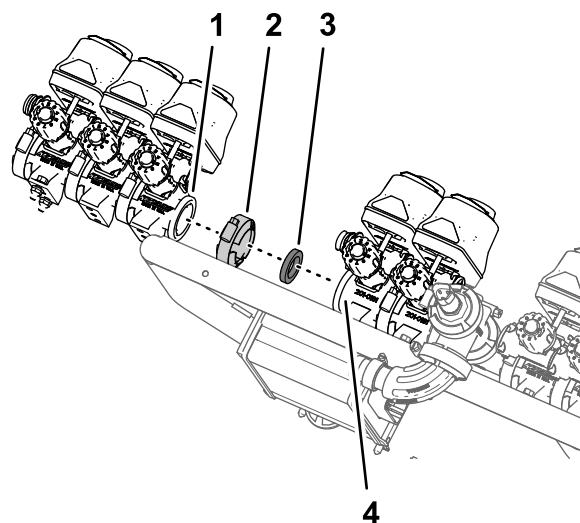

Figura 103
1. Monte as três válvulas de secção (Figura 103) que removeu no passo 8 de Retirar as válvulas de secção da montagem do coletor (página 32) na flange da válvula 7 do conjunto de válvulas do pulverizador com a braçadeira de flange e junta que retirou no passo 4 de 13 Retirar as válvulas da secção da rampa (página 29).